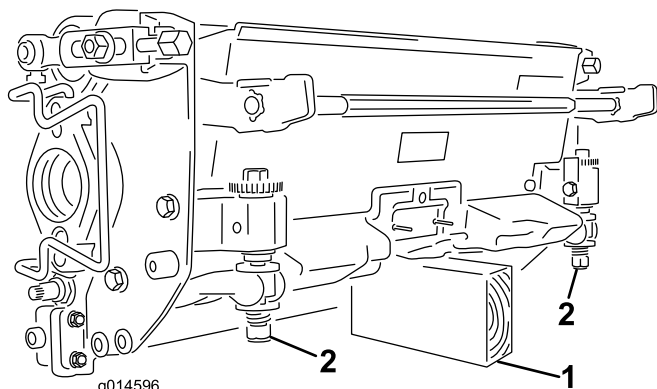

図3
ベッドナイフやリールを見るためにカッティングユニットを立てる場合には、ベッドバー調整ネジのナットが床面に接触しないように、カッティングユニットの後ろ側についているスタンドで支えるようにしてください図3。
**重要** ベッドナイフやリールを見るためにカッティングユニットを立てる場合には、ベッドバー調整ネジのナットが床面に接触しないように、カッティングユニットの後ろ側についているスタンドで支えるようにしてください図3。